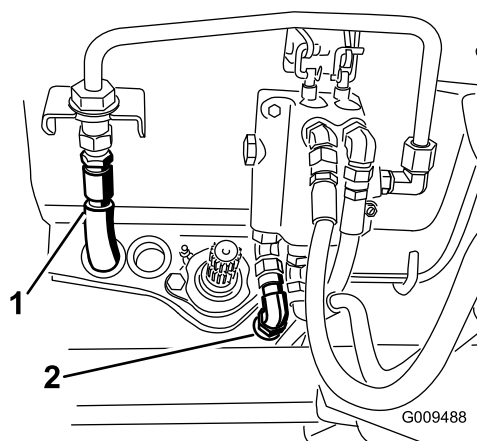

Рисунок 51
15. Подсоедините гидравлический напорный шланг к жесткому трубопроводу клапана и шланг бака к клапану (Рисунок 51).